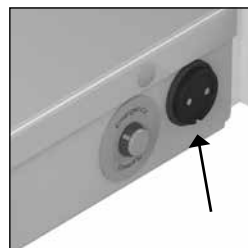

Figure 7 Raccordement du chargeur.
- La prise de raccordement du chargeur est située au centre du châssis (Cf. figure 7).
- Raccordez le chargeur au brancard de douche / la table d'habillage (Cf. figure 7).